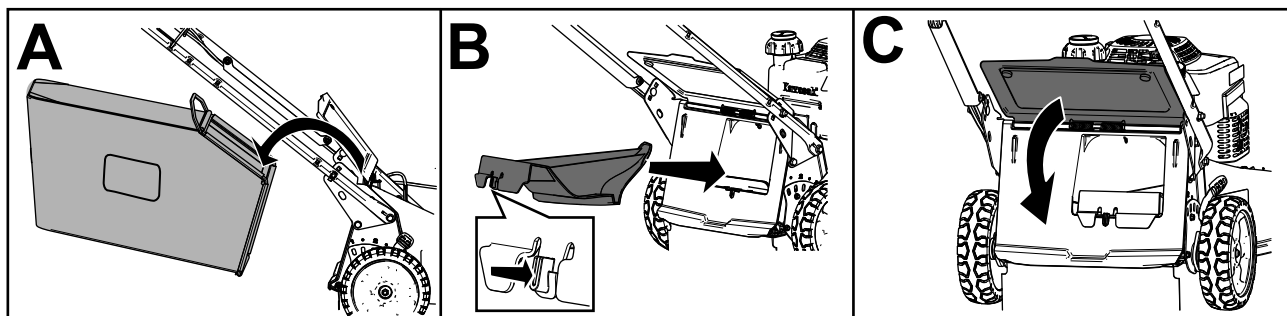

Figura 19
- Si la bolsa de recogida está instalada en la máquina, retírela (Figura 19, A).
- Si el tapón de descarga trasero no está instalado, sujételo por el asa, eleve el deflector trasero e introdúzcalo en el conducto de descarga trasera hasta que el enganche encaje en su sitio (Figura 19, B).
3. Retire la varilla de la bolsa de recogida de las muescas de la base del manillar (Figura 19, A).
4. Instale el tapón de descarga (Figura 19, B).
5. Baje el deflector trasero (Figura 19, C).